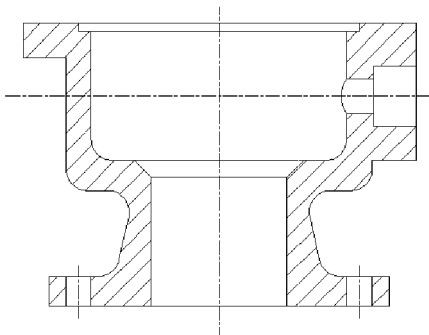

图 6-23 绘制的剖面线
3) 在图案中选择作为填充图案, 按回车键, 填充效果如图 6-23 所示。